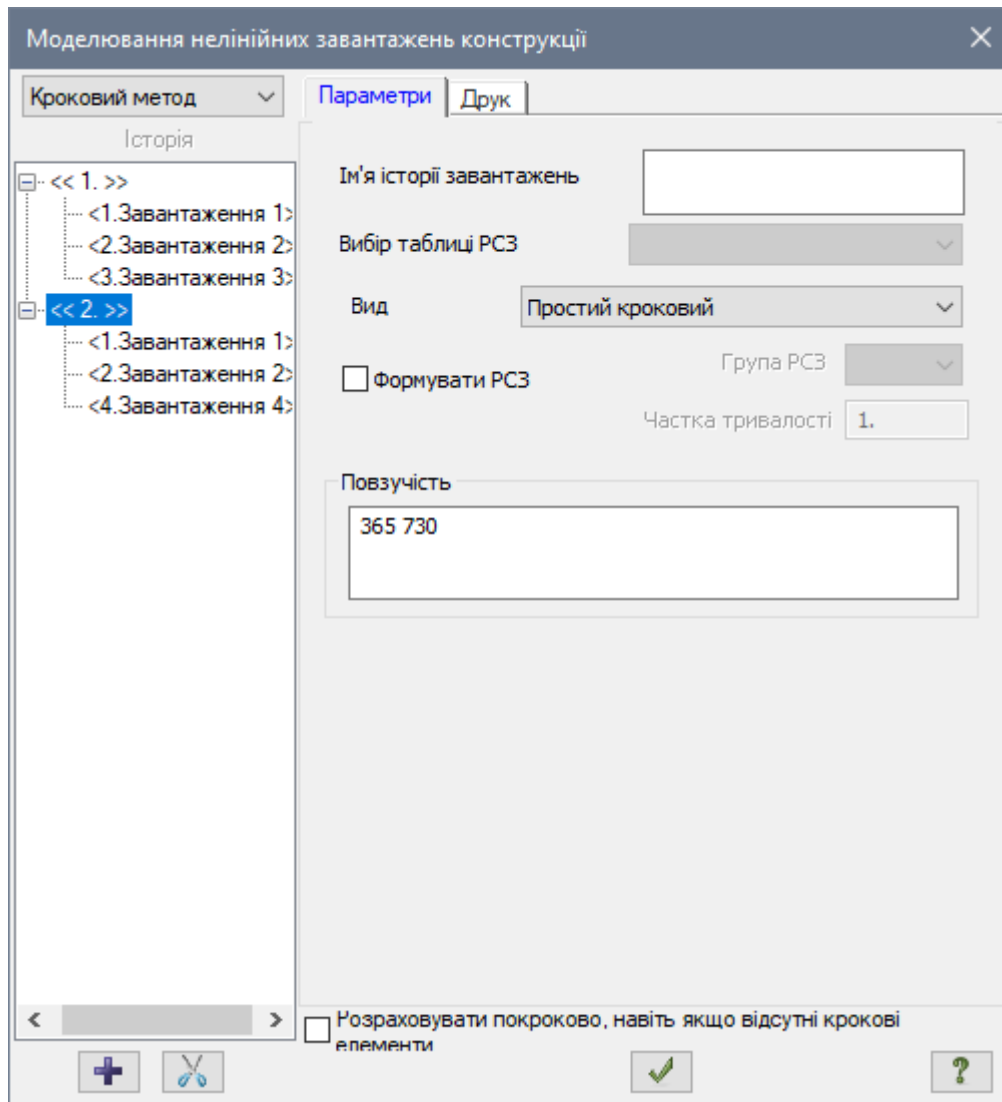

Рис. 7.24. Діалогове вікно **Моделювання нелінійних завантажень конструкції**
- Щоб врахувати повзучість бетону для першої послідовності прикладення навантаження, в полі **Історія** встановіть курсор миші на перший номер історії навантажень (рис. 7.24).